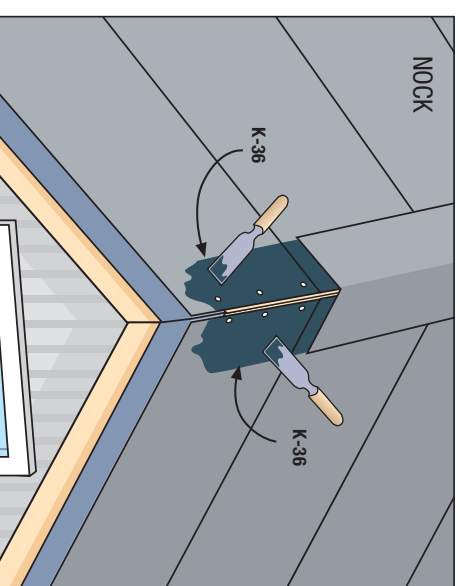
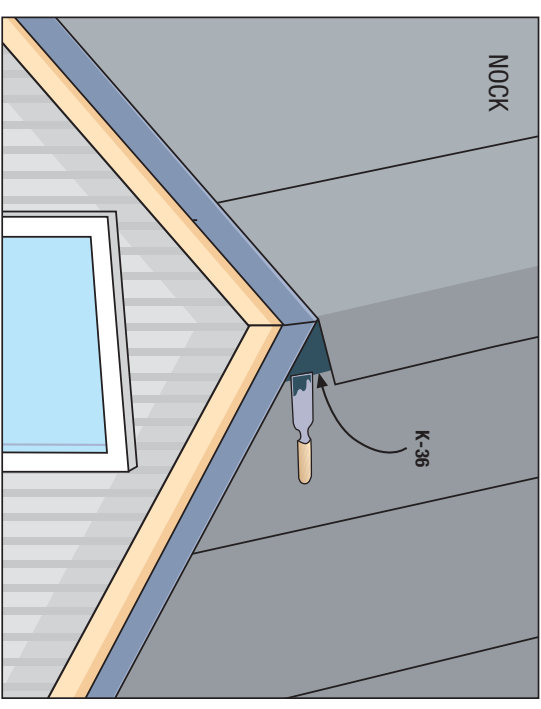

Bild 9
Bild 12
6.a Nocken (bild 9)
Vid vågrät montering skärs vanligen det första takfallets våd av längsnocken och det andra takfallets våd viks ca 15 cm övernocken och limmas med Täckklister K-36 (**bild 12**). Om båda takfallens våder skärs av längsnocken limmas pånocken en ca 30 cm bred TopTite remsa såsom vid vertikal läggning (**bild 9**).